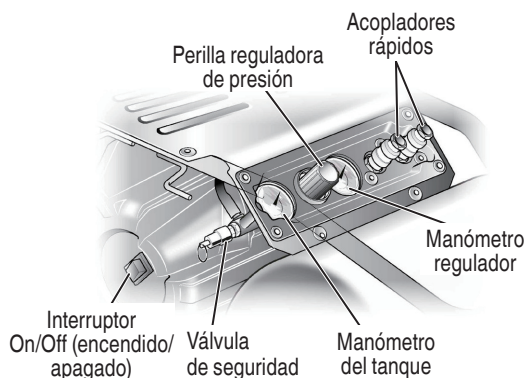

Fig. 3
- Introduzca la manguera en el acoplador rápido ya instalado en el compresor (Fig. 3).
- Tire de la perilla reguladora de presión y gírela por completo en sentido horario para abrir el flujo de aire. (Fig. 3)
- Coloque el interruptor en la posición de apagado **OFF (O)** y enchufe el cable de alimentación.